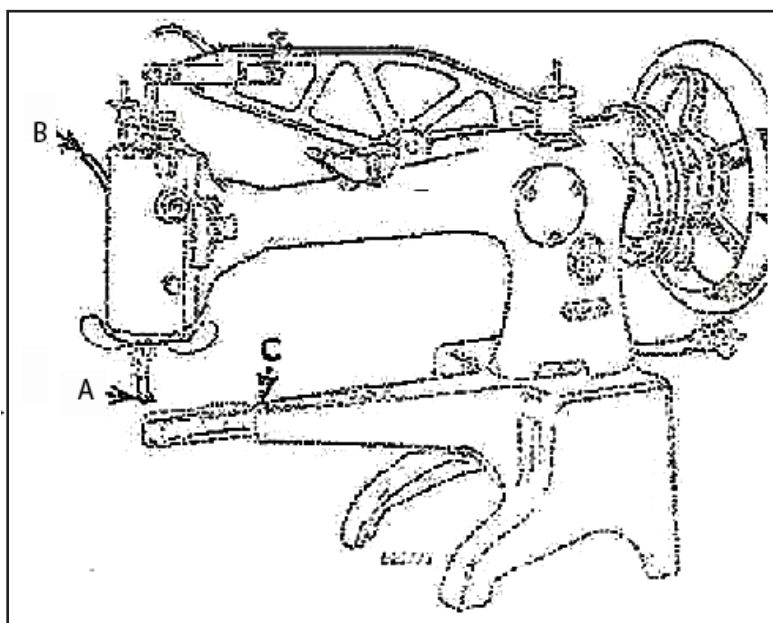

Figura 5
1. Levante o calcador A, Figura 5, levantando a alavanca B.